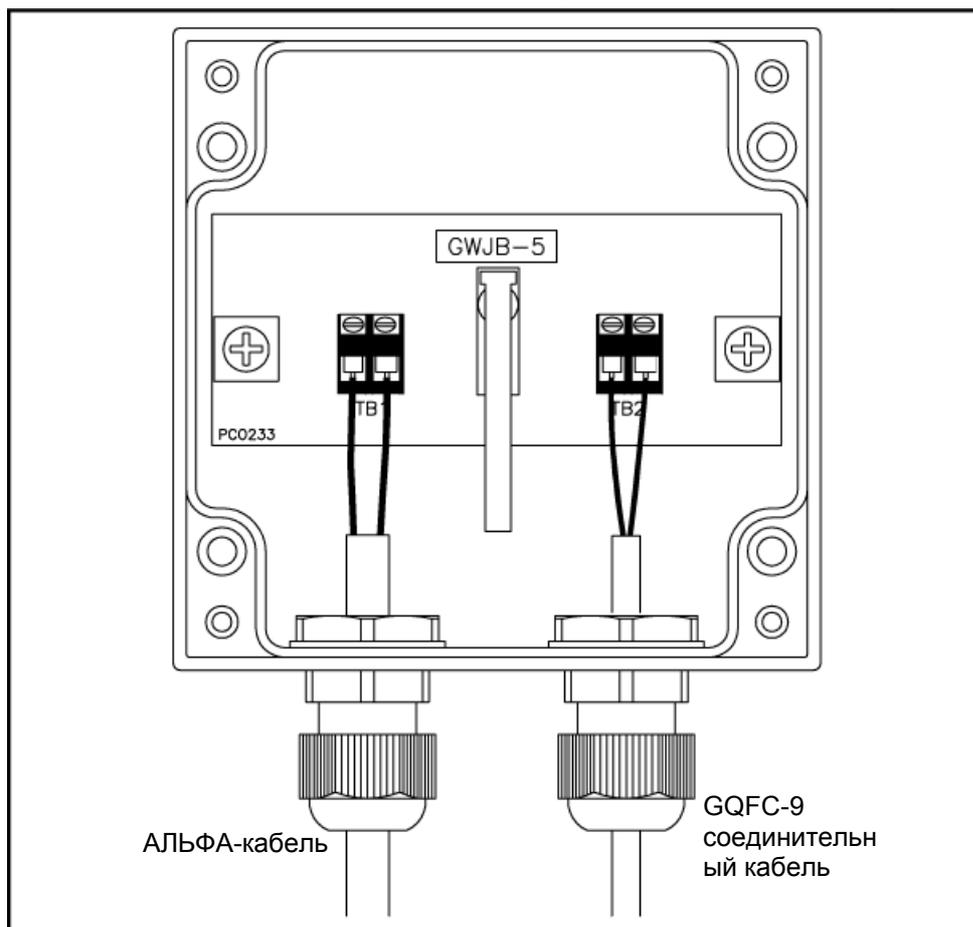

Рис.12. Подключение сенсорного и фидерного кабелей к соединительной коробке GDJB-1.
Соединение сенсорного кабеля с пассивным кабелем осуществляется в поставляемой фирмой Джеокуип водонепроницаемой соединительной коробке GDJB (см. Рис. 12). Эта соединительная коробка имеет встроенный концевой переключатель, выполняющий роль датчика, срабатывающего при открывании крышки коробки. Использование соединительной коробки с печатной платой обеспечивает легкий доступ к точкам подключения кабелей (клеммам) для обслуживания, тестирования и поиска неисправностей системы.
На Рис. 12 показаны сенсорный Альфа Кабель и фидерный кабель GQFC, подключенные к соединительной коробке GDJB.
3. Соедините проводники сенсорного кабеля с клеммными блоками на печатных платах соединительных коробок. На Рис. 12 показан сенсорный кабель, подключенный к левому клеммному блоку соединительной коробки. На этом этапе полярность выводов сенсорного кабеля не играет роли, т.к. она будет скорректирована в анализаторе во время настройки системы.